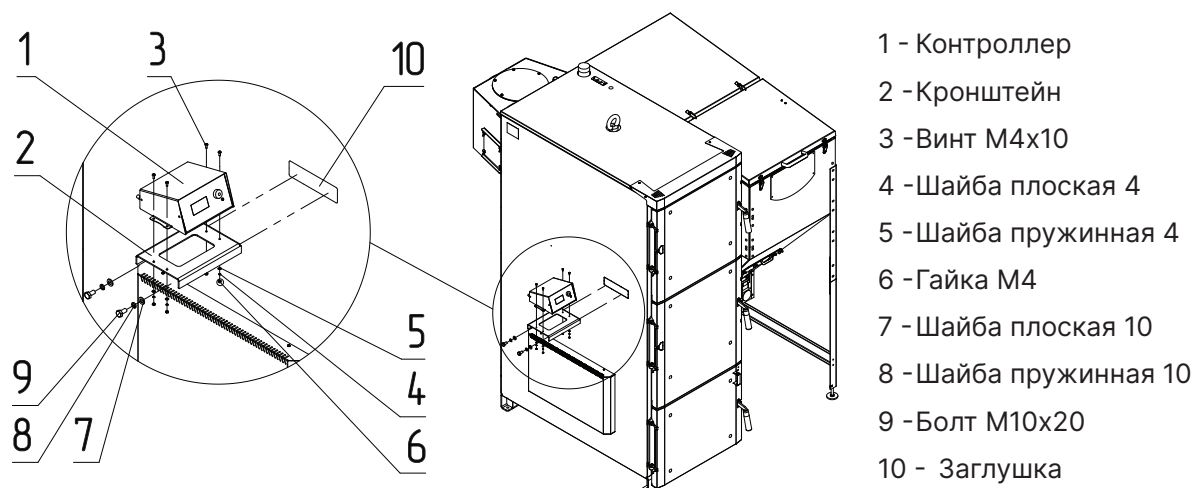
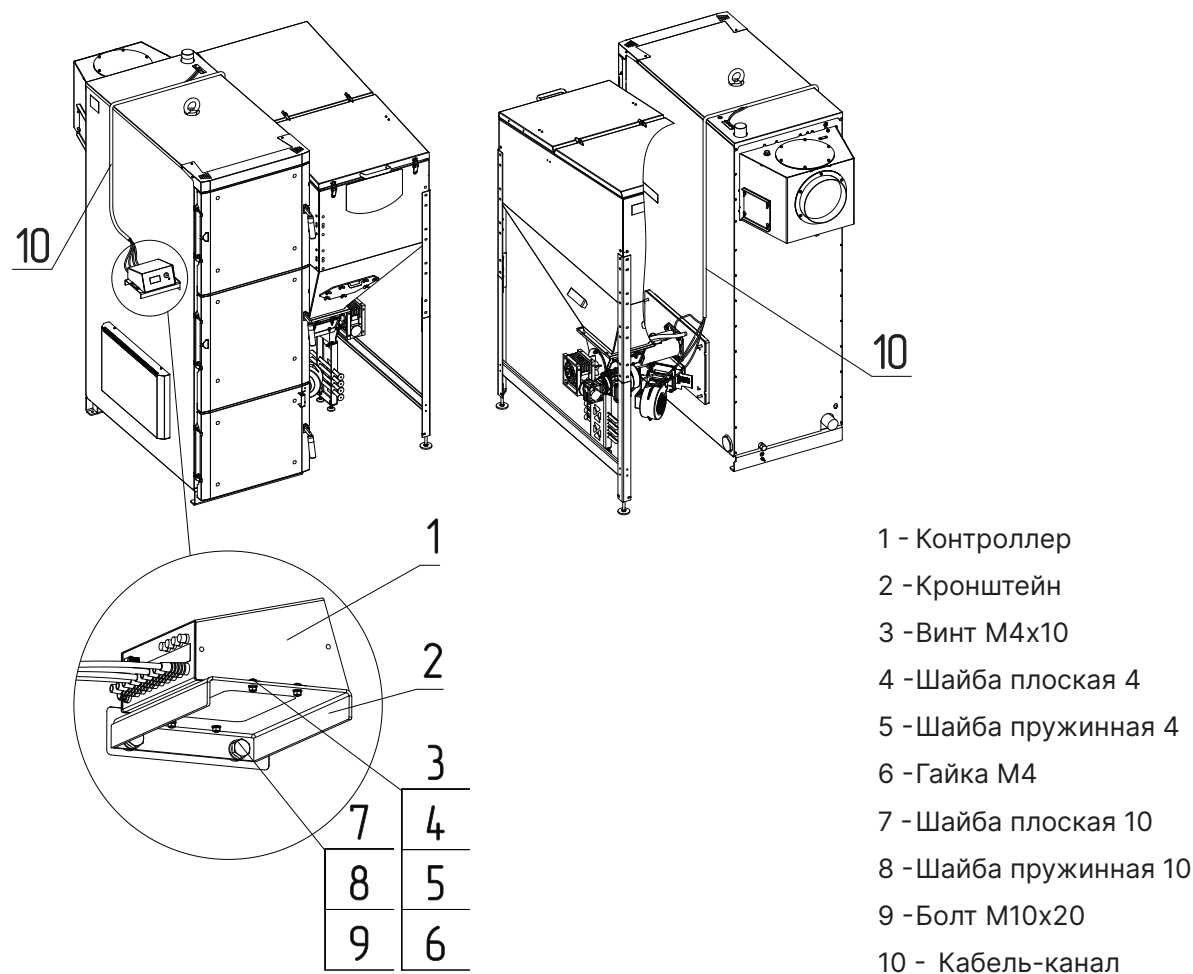

Рис.14 Монтаж контроллера для котлов от 80 кВт
Рис.15 Монтаж контроллера для котлов от 80 кВт
1. Удалите заглушку (Рис.14, поз.10);
2. Установите кронштейн с помощью крепежного комплекта (Рис.14, поз.7, 8, 9) на втулки с резьбой;
3. Установите контроллер (Рис.14, поз.1) на кронштейн и закрепите его с помощью комплекта крепежей (Рис.14, поз.3, 4, 5, 6);
4. Закрепите кабель-канал (Рис.14, поз.10), используя отверстие крепления кабелей на корпусе котла в соответствии в Рис.15.